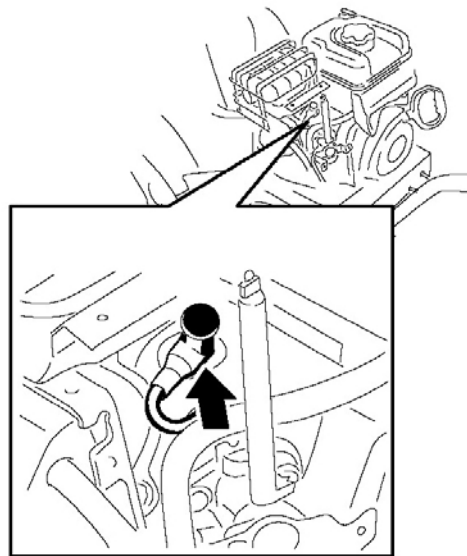

**Рисунок 43.**
1. Вытащите переключатель воздушной заслонки и ключ зажигания (Рис. 43).
2. Снимите 4 винта, которые крепят снежный кожух к снегоуборщику (Рис. 43).